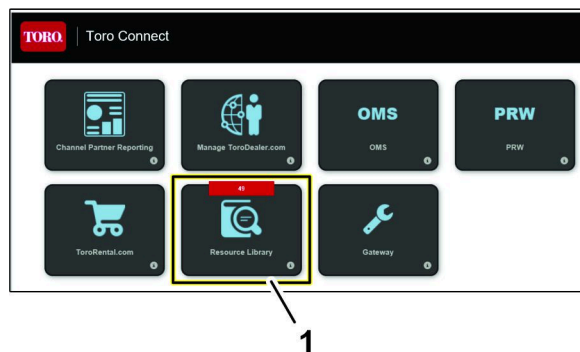

Figura 14
1. Vaya a la página web Toro Connect (Figura 14).
2. Haga clic con el botón izquierdo en el icono Biblioteca de recursos (Figura 14).